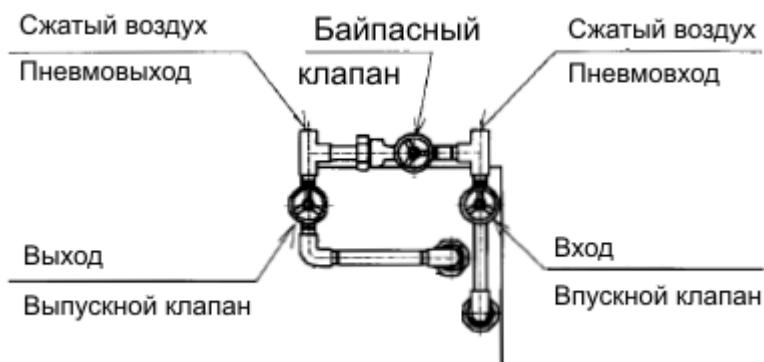

Рис. 1 Байпасный (обводной) трубопровод
- Для проведения технического обслуживания без остановки компрессора предусмотрите байпасный трубопровод (см. рис.1).